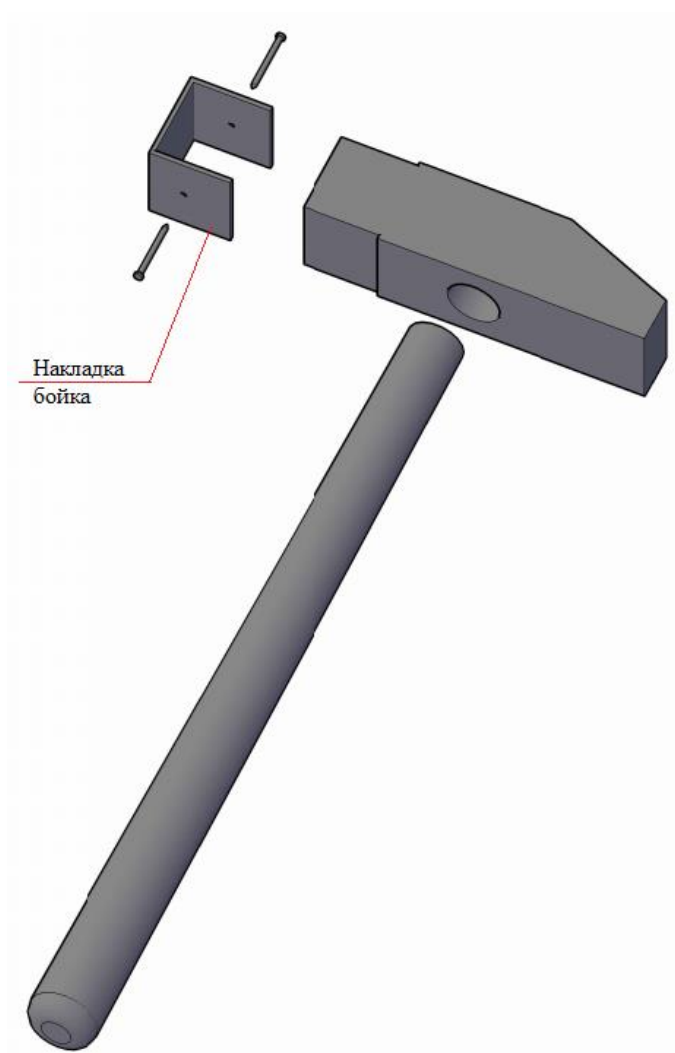
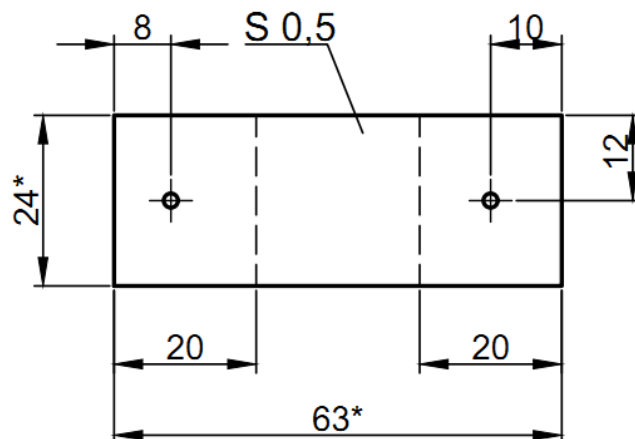

Рис. 1
Рис. 2
Формулировка задания: на основе представленного образца изделия «молоток» рис. 1 и чертежа (развёртки) П-образной детали рис. 2, разработайте технологическую карту по ее изготовлению в соответствии с требованиями, сформулированными в технических условиях.
1. По данному образцу (Рис. 1) и чертежу (Рис. 2) разработайте технологическую карту (Таблица 1) для изготовления накладки для бойка;